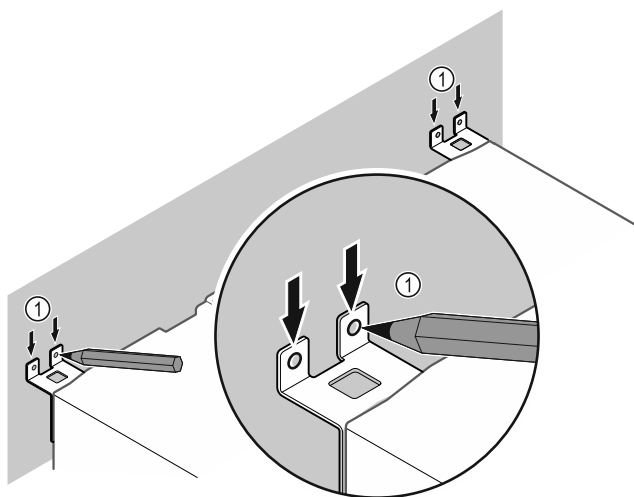

Fig. 11
- ▶ Sätt markeringar på väggen Fig. 11 (1).